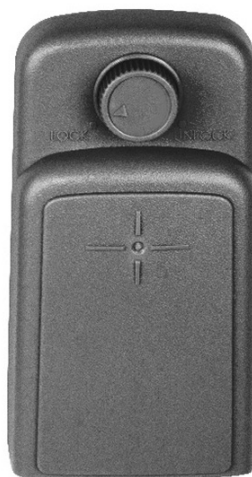

Рис. 5-2
- 3) Вставьте выступающую деталь в нижней части батарейного отсека в паз прибора, после чего дожмите батарейный отсек на место. Затем поверните ручку до совпадения метки «▲» с надписью «LOCK» (ЗАКРЫТО) (как показано на Рис. 5-2).